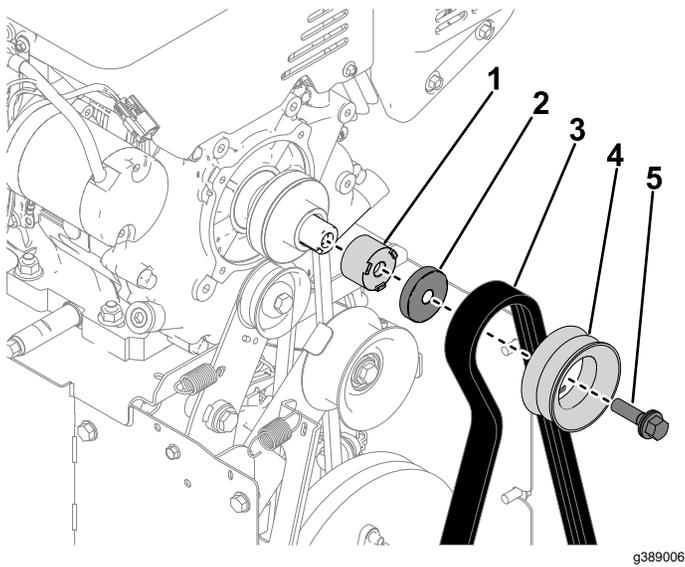

Figura 22
2. Montate la puleggia del distanziale, il supporto della puleggia, la puleggia del girante e la cinghia della coclea sull'albero a gomiti (Figura 22).
4. Montate il bullone della lama (7/16" x 1 3/4") sulla puleggia del girante (Figura 22). Serrate il bullone a 13,6–18,1 N•m.